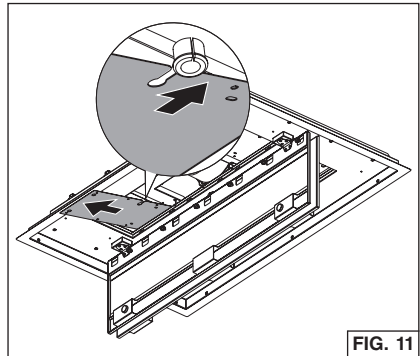
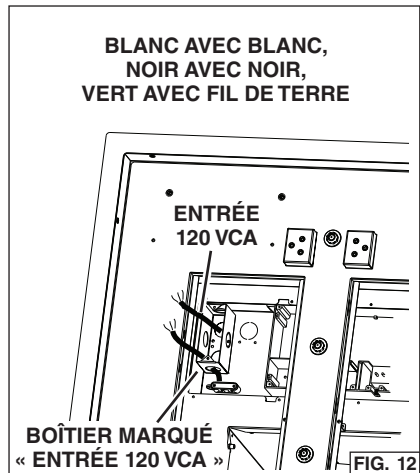

FIG. 11
FIG. 12
3. De l'intérieur de la pièce, rabattez vers le bas les deux panneaux de fermeture. Fig. 11.
4. Enlevez les quatre (4) vis du panneau d'accès du compartiment électrique. Glissez le panneau de côté pour exposer le boîtier de connexion.
5. Dans le boîtier électrique marqué « ENTRÉE 120 VCA », enlevez les deux (2) vis qui retiennent le couvercle au boîtier métallique de câblage. Fig. 12.
9. Remplacez le panneau d'accès du compartiment électrique et les quatre (4) vis.